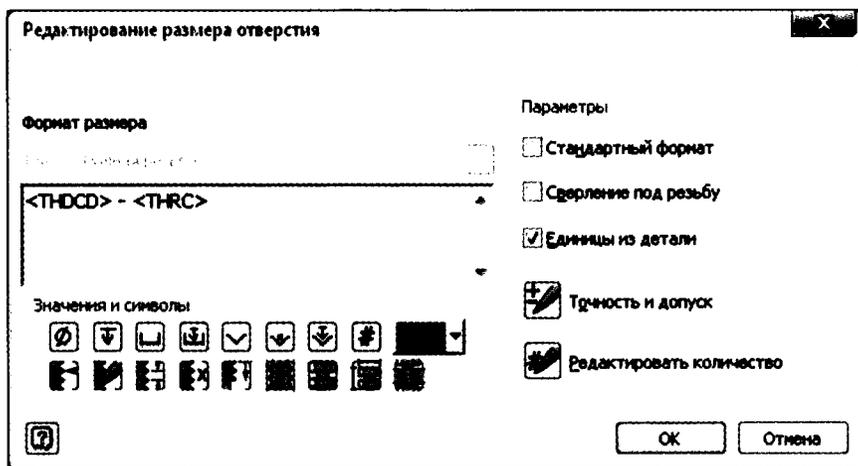

Рис. 2.29. Окно Редактирование размера отверстия
7. В окне **Редактирование размера отверстия** нажмите кнопку **Home** на клавиатуре или переместите курсор перед текстом **<THDCD>** (рис. 2.29).